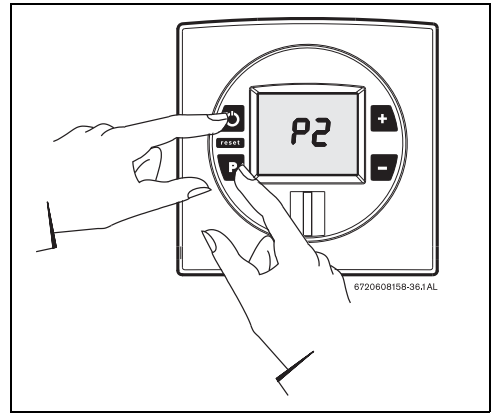

Fig. 49
- ▶ Mantener pulsada la tecla de programación y pulsar el interruptor principal ON/OFF para conectar el aparato (consultar la Fig. 49).